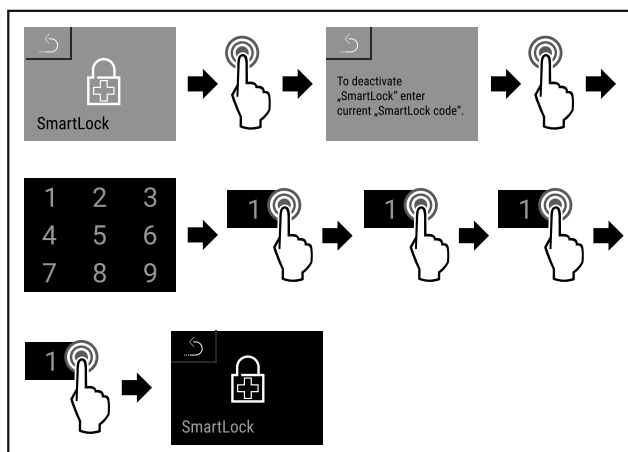

Fig. 84
- ▶ Eseguire i passi (vedere Fig. 84) .